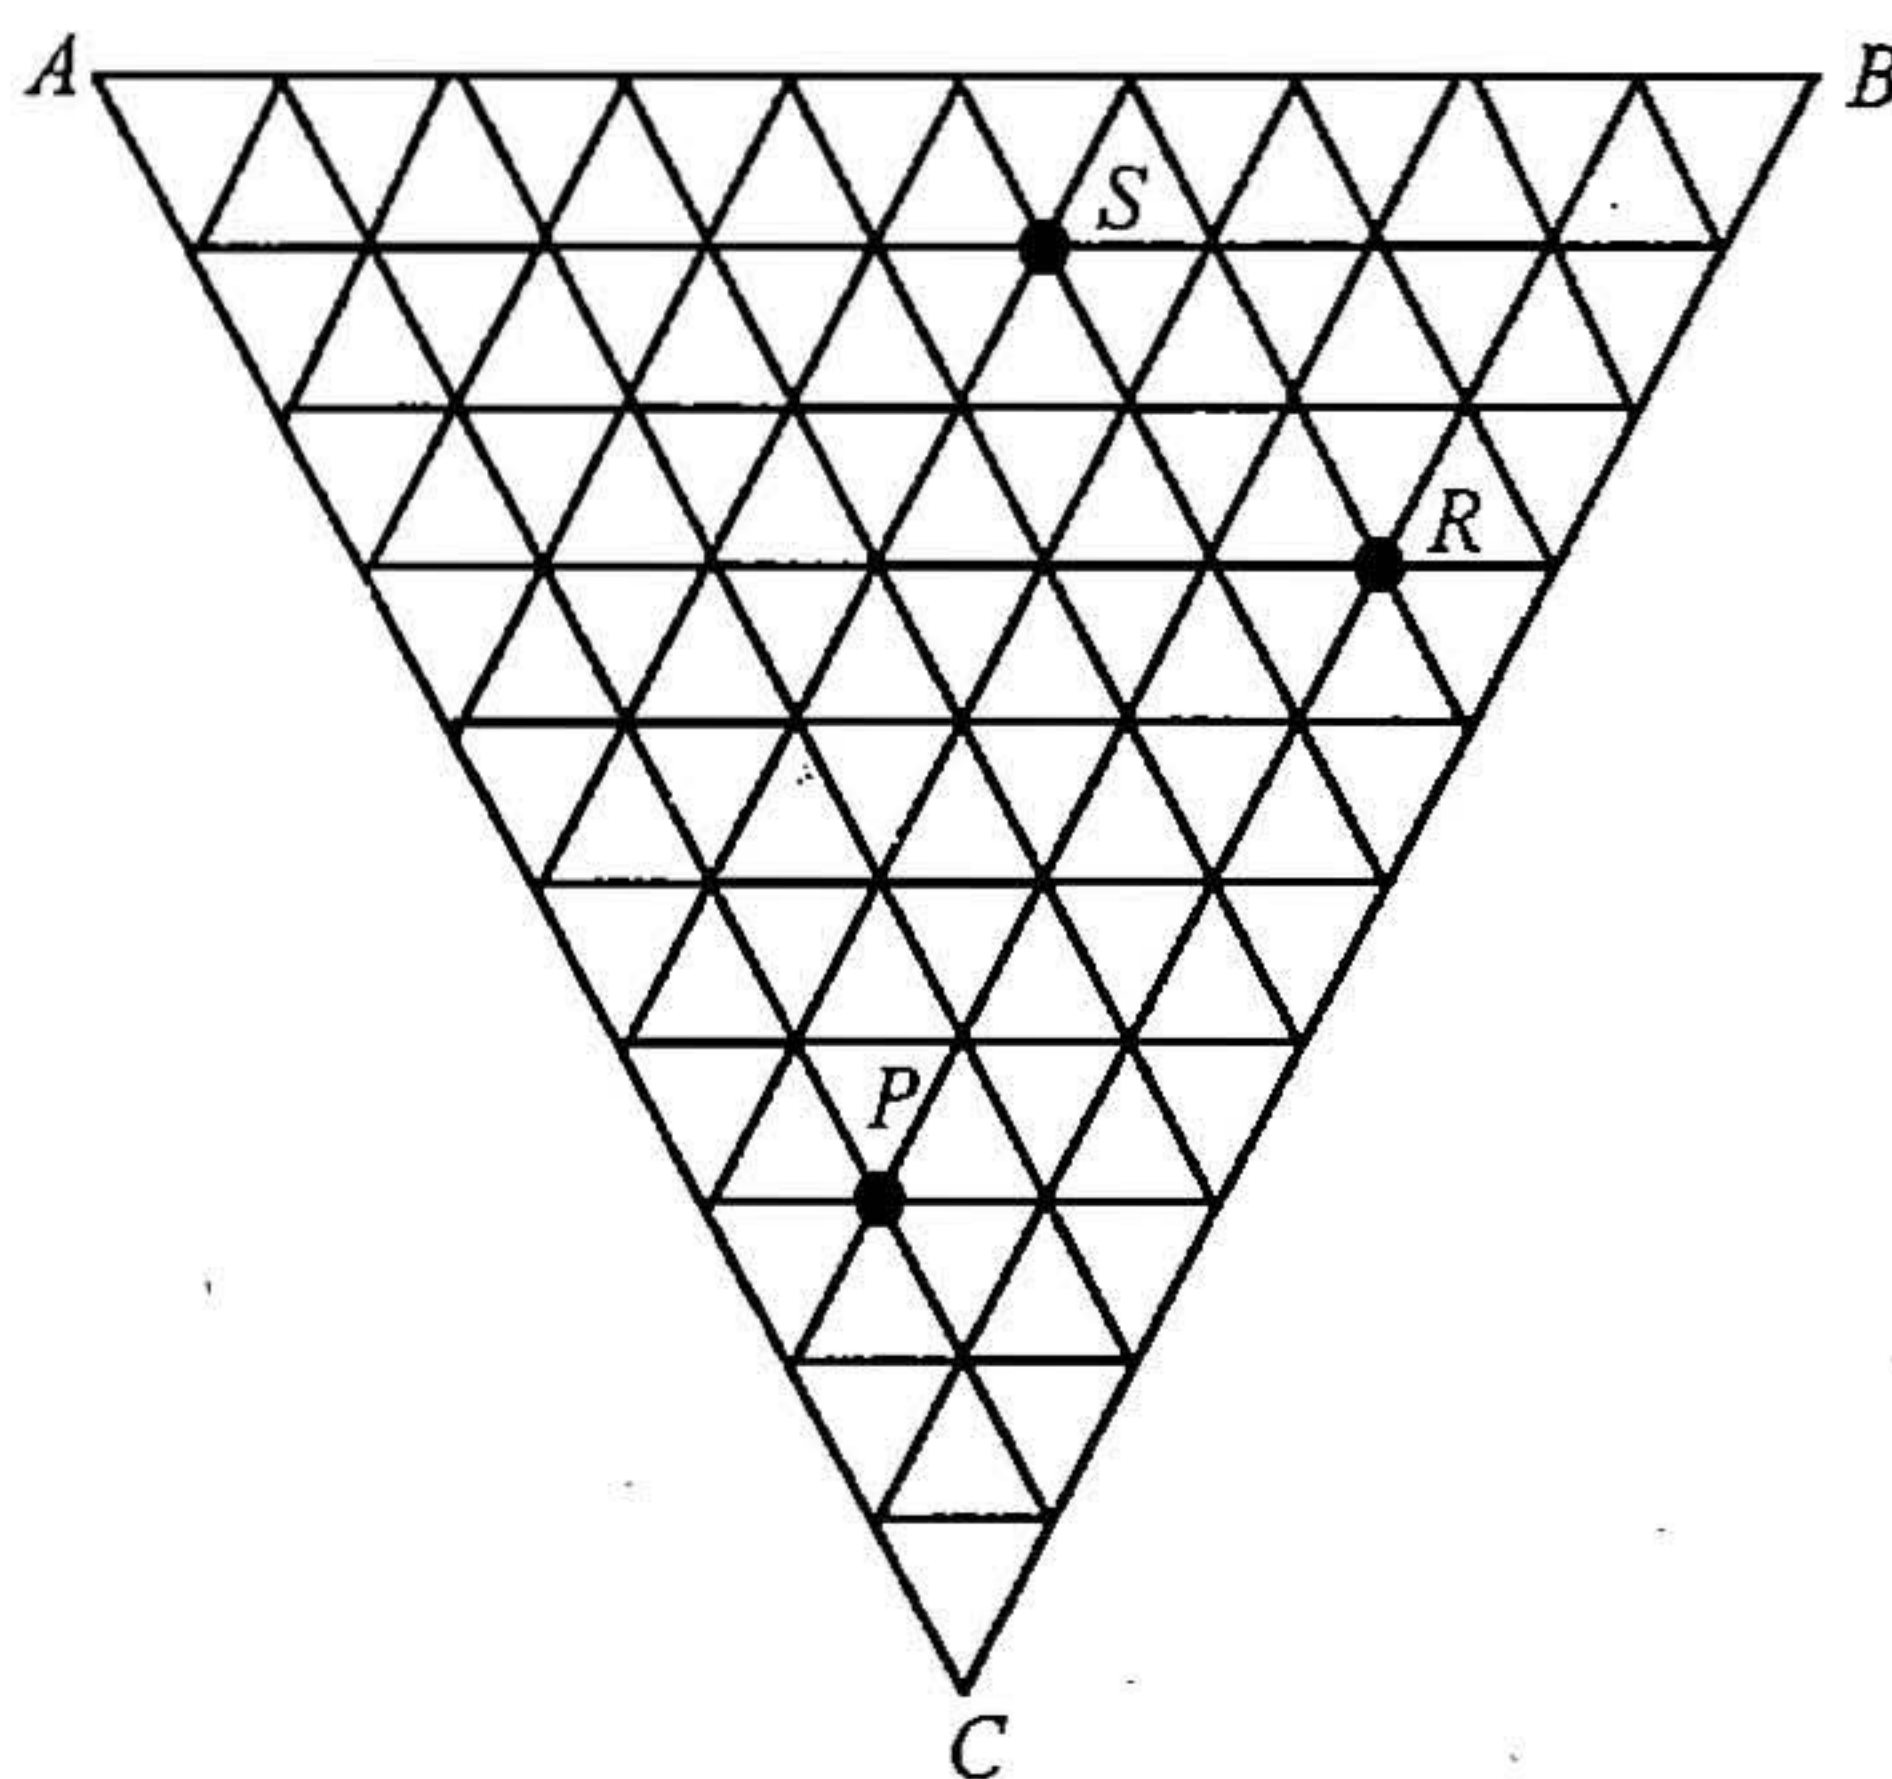

图 26-1 第二题第 2 小题图
2. 在图 26-1 所示浓度三角形中，确定  $P$ 、 $R$ 、 $S$  三点的成分。若有 2kg 的  $P$ 、4kg 的  $R$ 、7kg 的  $S$  混合，求混合后该合金的成分？